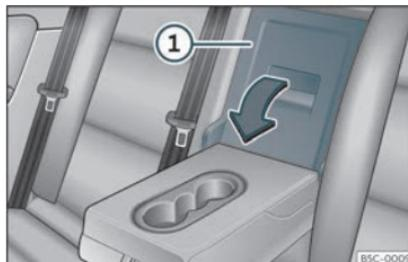

Fig. 119 Dans le dossier de la banquette arrière : ouverture de la trappe.
- Tirez sur le levier de déverrouillage dans le sens de la flèche et rabattez complètement le couvercle de la trappe de chargement » » **fig. 119** ① vers l'avant.